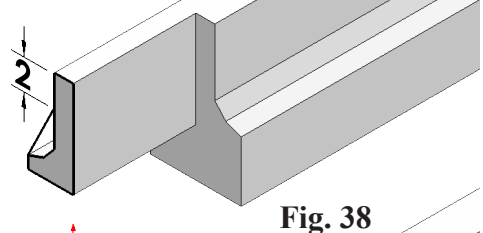

Fig. 38
Step 6. Add **2** dimension, **Fig. 38**.